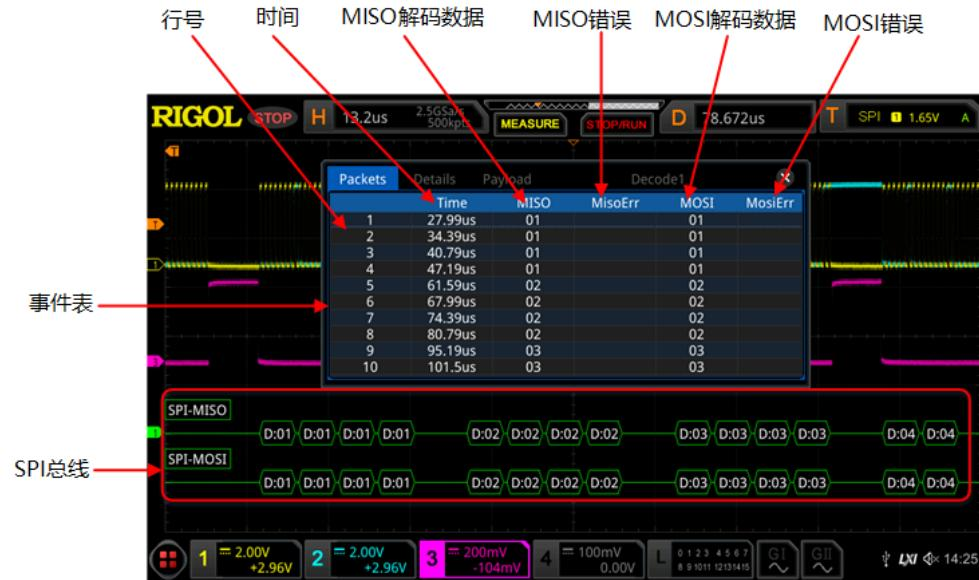

图 15.8 SPI 解码事件表
- 打开或关闭事件表：连续按 **事件表** 键，打开或关闭事件表显示。打开事件表，屏幕弹出如图 15.8 所示的事件表。您也可以用触摸屏功能触摸事件表右上方的图标  关闭事件表功能。